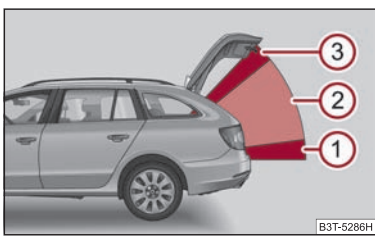

Fig. 34 Denominación de las zonas
En el manejo de la tapa el sistema diferencia 3 zonas ⇒ fig. 34, en las que la función de algunos elementos de mando cambia. También se diferencian las posiciones finales de la tapa - totalmente cerrada en la cerradura fija y totalmente abierta.
La expansión de la zona **③** ⇒ página 48, fig. 34 se modifica proporcionalmente según el ajuste de la posición superior de la tapa ⇒ página 49. Al ajustar la posición superior de la tapa en la zona **②** la zona **③** no se activa, la expansión de la zona **②** se modifica proporcionalmente a la posición superior ajustada de la tapa. ■